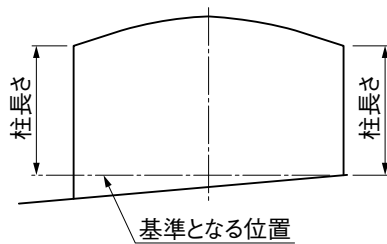

図2-5
- ③ M合掌キャップを取付けてください。(図2-5参照)
- 基準になる位置からの柱の長さを同じにしてください。合掌棟木に水がたまり、漏水するおそれがあります。(図2-5参照)